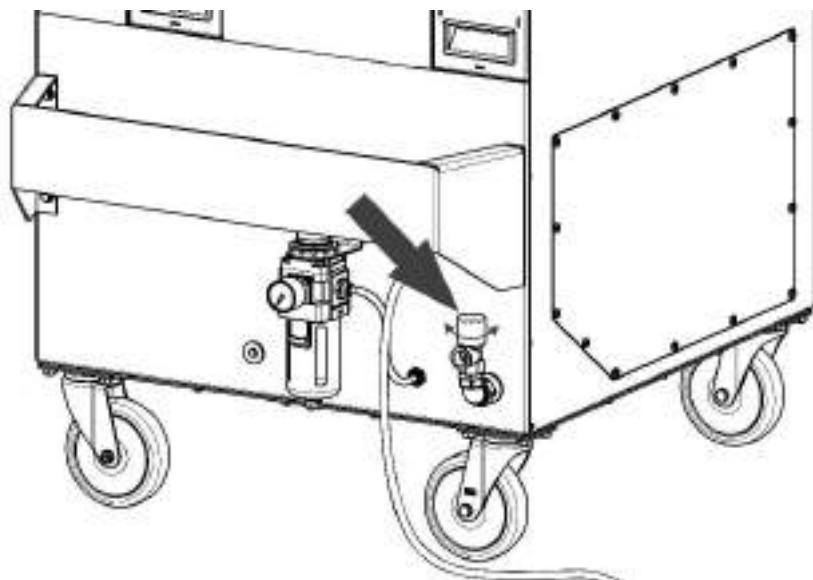

Рисунок 10
- 3) повернуть вентиль предохранительного клапана против часовой стрелки (рисунок 10).